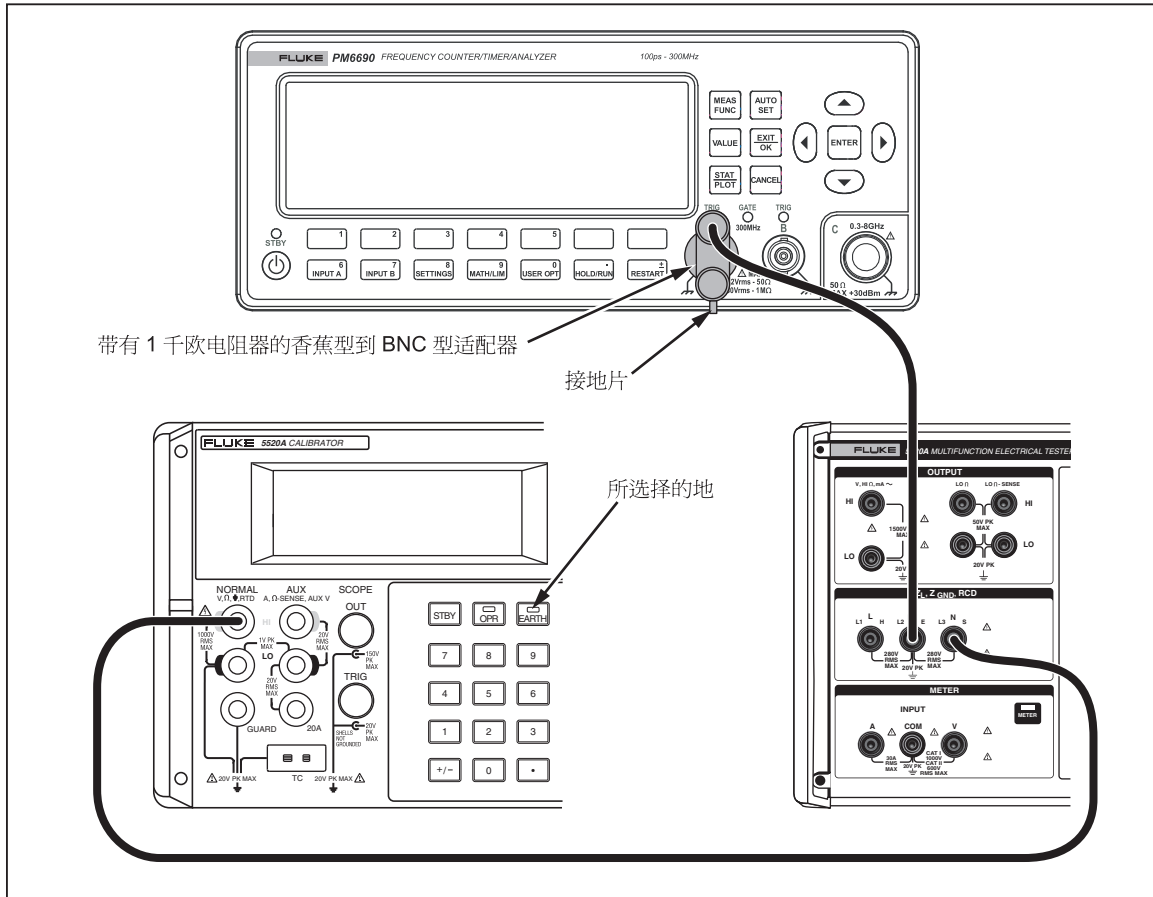

图6-9.跳闸时间验证连接
1. 如图6-9中所示，将本校准器、Fluke 5520A 多功能校准器和 Fluke 计数器/计时器连接起来。